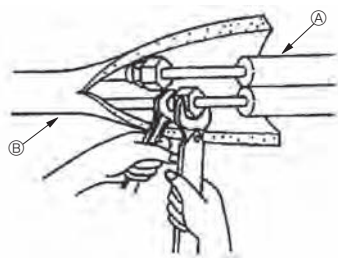

Fig. 4-4
4.4. Труба холодоагенту (Fig. 4-4)